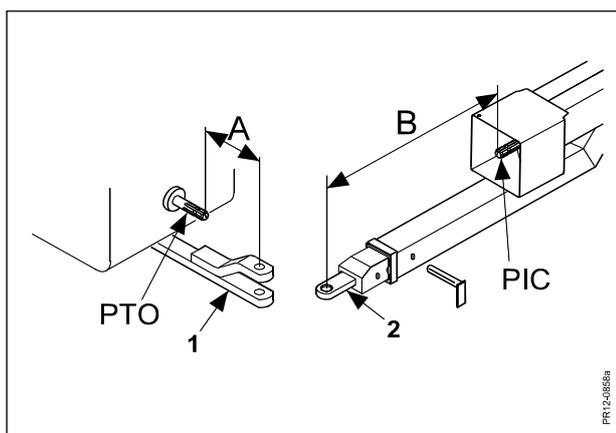

Fig. 3-2
Fig. 3-2 Die Ackerschleppschiene des Schleppers (1) einstellen, so dass der Abstand "A" so klein wie möglich wird. Die Ackerschleppschiene der Maschine (2) einstellen, so dass der Abstand "B" so groß wie möglich wird. Die Ackerschleppschiene der Maschine (2) so wenden, dass die Gelenkwelle so waagrecht wie möglich ist.